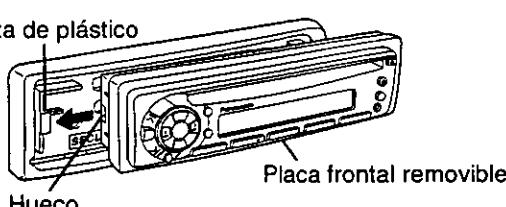

Figura 4
- ① Deslice el lado izquierdo de la placa frontal removible para ponerla en su lugar. (→ Figura 4)